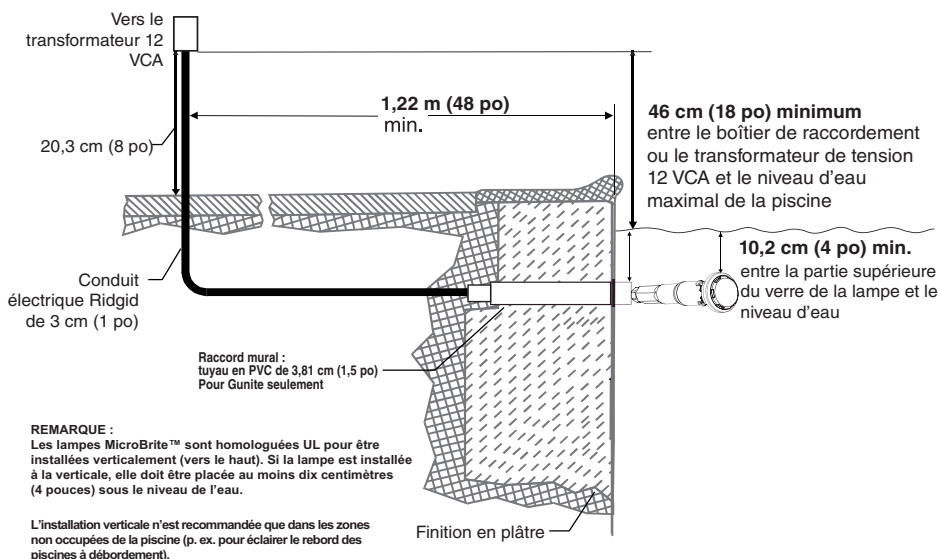
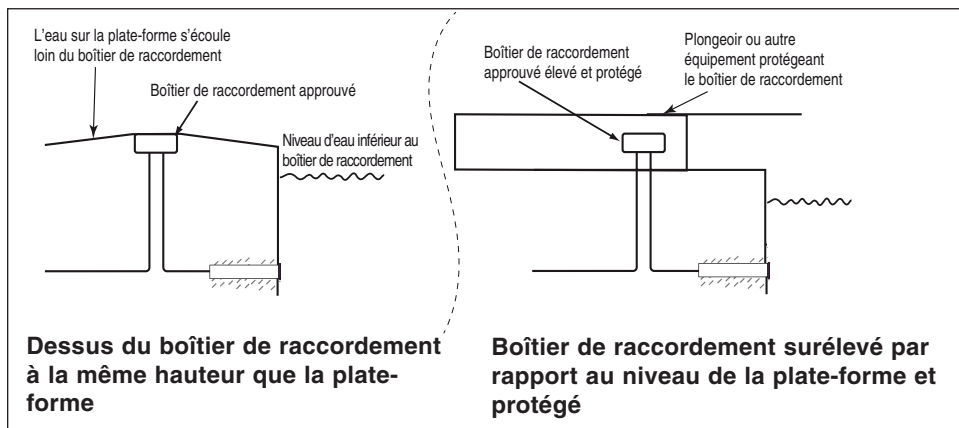

Figure 1.
Figure 2, Canada.
AVANT DE COMMENCER : Les informations qui suivent décrivent les tâches qui doivent être effectuées par un électricien *avant* l'installation du raccord mural. Voir Figure 1.
- Le boîtier de raccordement et le transformateur basse tension se situent à au moins quatre (4) pouces (10,16 cm) au-dessus du niveau du sol ou de huit (8) pouces (20,3 cm) au-dessus du niveau d'eau maximal, selon le plus élevé. Placez le boîtier de raccordement à au moins 48 po (1,22 m) du bord de la piscine. Voir Figure 1.
- Le boîtier de raccordement installé à la plate-forme doit être scellé au conduit pour empêcher l'eau de s'infiltrer (voir la figure 2 ci-dessous).
2. Coupez le surplus de câble au transformateur de 12 VCA ou au boîtier de raccordement. Laissez au moins 15,2 cm (6 po) de câble dans le boîtier de raccordement ou le transformateur pour faciliter l'inspection de l'installation de la lampe dans le raccord mural. Coupez toute longueur de cordon supplémentaire. Voir la figure 1 à la page 4 pour connaître les étapes d'installation d'un boîtier de raccordement aux États-Unis et la figure 2 à la page 5 pour l'installation au Canada.
3. Branchez les deux (2) conducteurs aux fils du circuit correspondants dans le boîtier de raccordement. Fixez le couvercle du boîtier de raccordement.
- Le boîtier de raccordement et le transformateur basse tension se situent à au moins quatre (4) pouces (10,16 cm) au-dessus du niveau du sol ou de huit (8) pouces (20,3 cm) au-dessus du niveau d'eau maximal, selon le plus élevé. Placez le boîtier de raccordement à au moins 48 po (123 cm) du bord de la piscine. Voir Figure 1 à la page 4.
- Le raccord mural de la lampe MicroBrite doit être installé de façon à ce que le bord supérieur du verre de la lampe MicroBrite soit situé au moins 10,16 cm (4 po) plus bas que la surface de l'eau de la piscine ou du spa, mais pas plus de 123 cm (48 po) au Canada. Voir Figure 2 à la page 5.